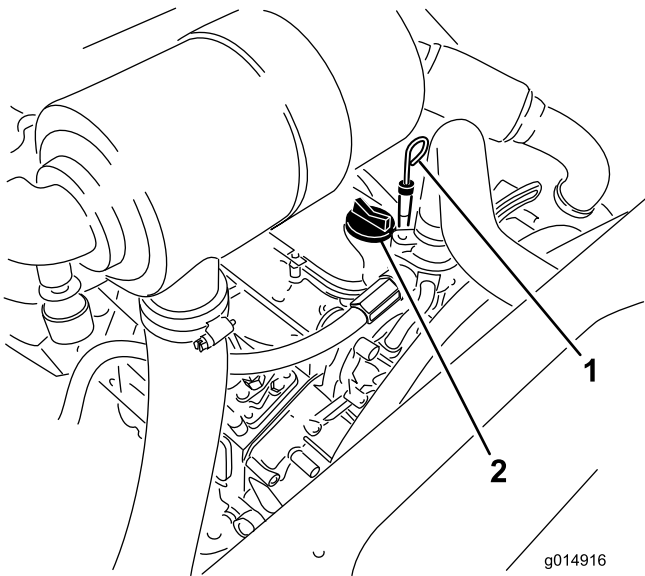

图 31
3. 取出量油尺擦拭干净并安装图 31。
5. 如果油位低于已满标记应取下加油盖图 31 添加机油直至油位达到量油尺上的已满标记。